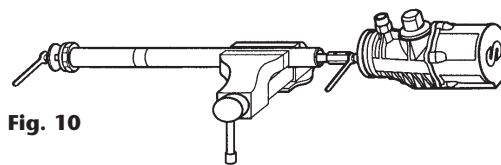

Fig. 10
4. Introduire une clé plate dans le fraisage de l'axe du piston d'air. Desserrer et retirer l'écrou (41) ainsi que la rondelle (40) (voir fig. 10).